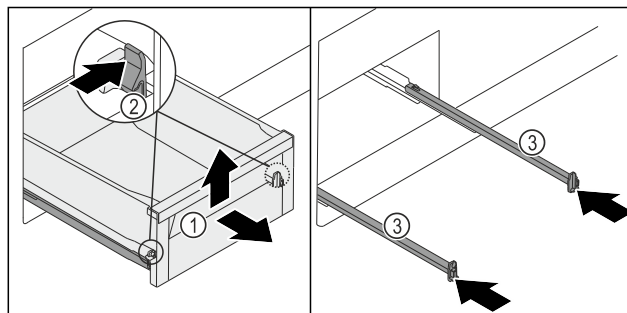

Fig. 135
- Estrarre il cassetto Fig. 135 (1) fino a battuta.
- Premere contemporaneamente verso l'interno il morsetto Fig. 135 (2) a sinistra e quello a destra.
- Il cassetto Fig. 135 (1) si stacca dalle guide.
- Sollevare il cassetto Fig. 135 (1) anteriore.
- Estrarre il cassetto Fig. 135 (1) in avanti.
- Inserire le guide Fig. 135 (3).